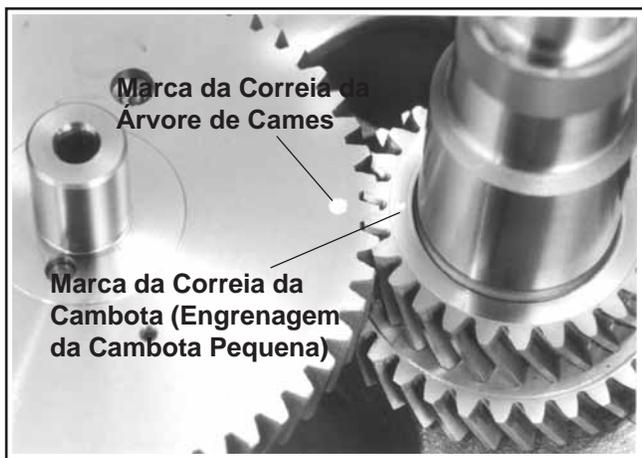

Figura 11-12. Alinhar as Marcas da Correia na Engrenagem do Cárter e a Engrenagem da Árvore de Cames.
5. Certifique-se de que a engrenagem da árvore de cames e a engrenagem mais pequena na malha da cambota e as marcas da correia estão alinhadas. Consulte a Figura 11-12.